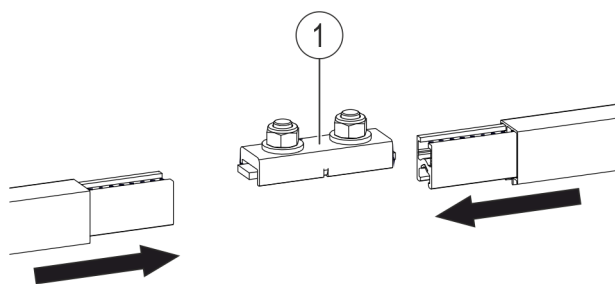

Abb. 75: Stromschienenenden in Verbinder schieben
- Schienenenden jeweils in den Verbinder (Pos. 1) schieben (siehe Abb. 75).